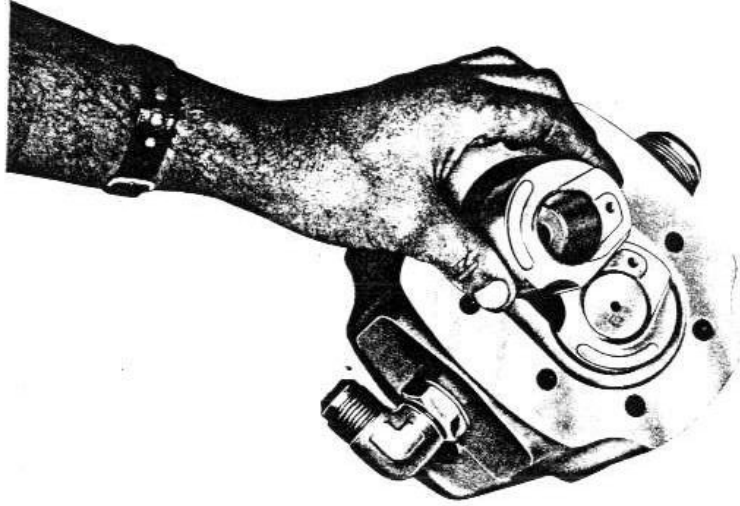

FIG. 5
- 5 - (figure 5) - Démontez les paliers du corps de pompe.